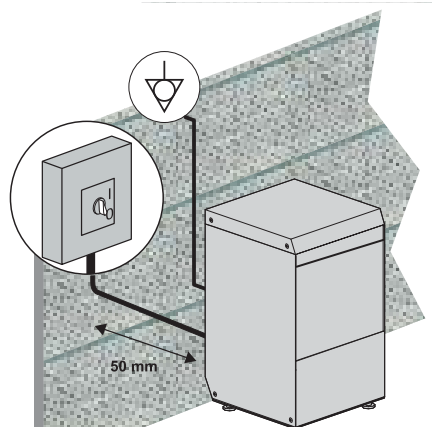

Bild 4.
- Lämna ett mellanrum på minst 50 mm mellan maskinen och vägarna för att säkerställa motorns ventilation. (se bild 4).